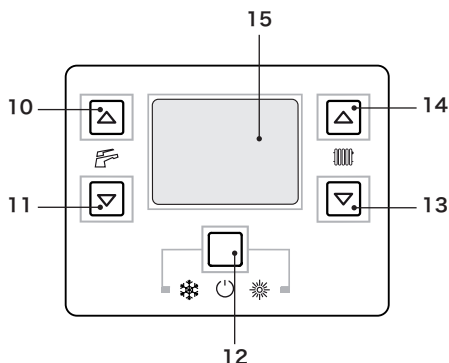

图 6.5
- 按 12 键 2 秒，直到显示屏出现  和  标志 (图 6.5)。
- 按 12 键 (图 6.5) 2 秒，直到显示屏出现  标志，从而关闭锅炉 (虚线顺序出现，模拟流动) (图 6.4)。